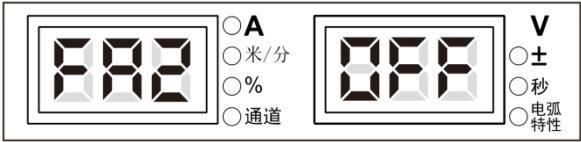

图 3-32 FA2 显示界面
1. 进入内部菜单，调节焊接电源面板旋钮至 FA2，数码管显示如图 3-32 所示。